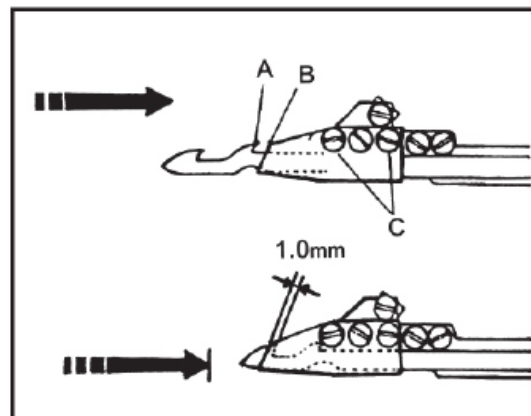

Рис. 39
1. Когда нижний подвижный нож перемещается вправо, крючок подвижного ножа (А) совмещается с кончиком неподвижного ножа (В). Когда умирует нижний подвижный нож, перемещается в правую мертвую точку, крючок подвижного ножа с левой стороны проходит через конец неподвижного ножа на расстоянии 1,0 мм. Для регулировки положения неподвижного ослабьте винты (С) (см. Рис.39)